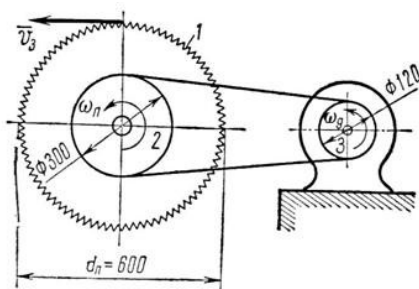

Рисунок 17
2. Дискосая пила 1 имеет диаметр 600 мм. На валу пилы насажен шкив 2 диаметром 300 мм, а шкив соединен бесконечным ремнем со шкивом двигателя (рис. 17) диаметром 120 мм. С какой угловой скоростью должен вращаться шкив двигателя, чтобы скорость зубьев пилы не превышала 15 м/с?